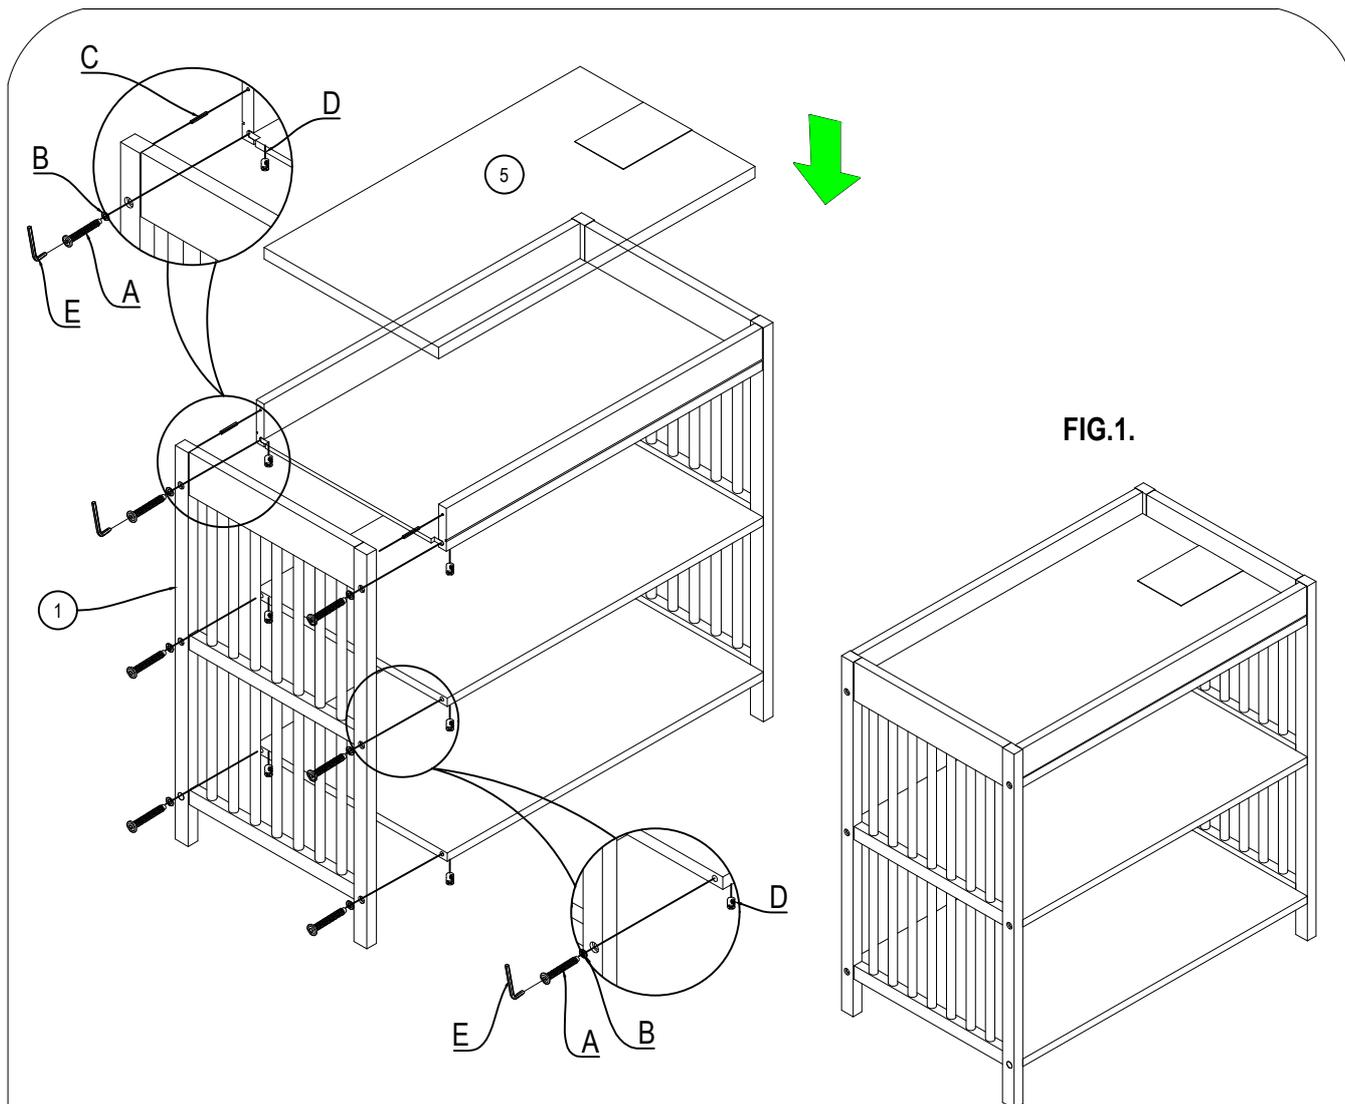

FIG.1.
- Assemblage du barrière de la surface de la table à langer (2) au trou au-dessus du cadre d'extrémité (1) par boulon Allen (A), rondelle à ressort (B), chevilles de métal (C) et écrou de canon (D). Serrez tous les boulons par Clé Allen (E).
- Assemblage de étagère de la table à langer (4) au trou sur le cadre d'extrémité (1) par boulon Allen (A), rondelle à ressort (B) et écrou de canon (D). Serrez tous les boulons par Clé Allen (E).
- Placez Matelas à langer (5) au-dessus de la surface de la table à langer. Complet comme le montre la FIG 1. Merci.